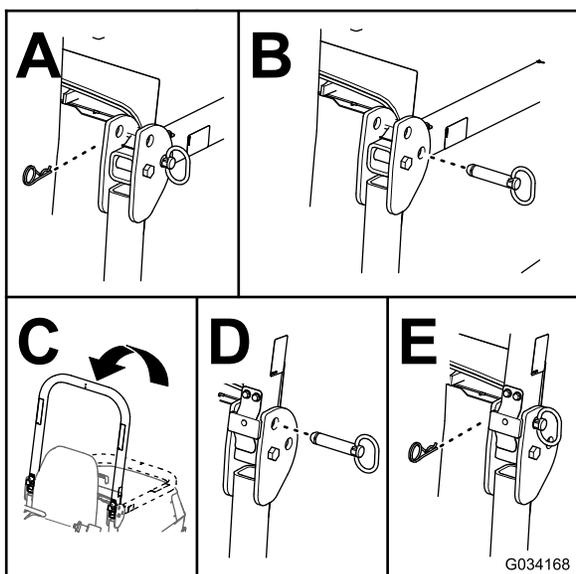

Рисунок 28
2. Извлеките шплинты и штифты из защитной дуги (Рисунок 28).
3. Поднимите защитную дугу и зафиксируйте ее на месте штифтами и шплинтами (Рисунок 28).